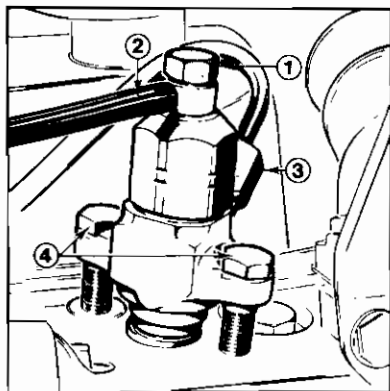

Fig. 22 Dysen
1. Ta av bolten øverst på dysen. Bolten holder avtappingsrøret fast til dysen. (Fig. 22).